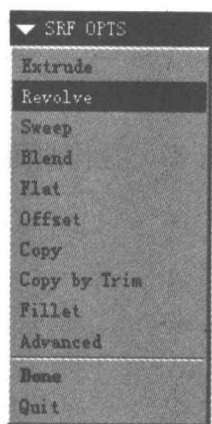
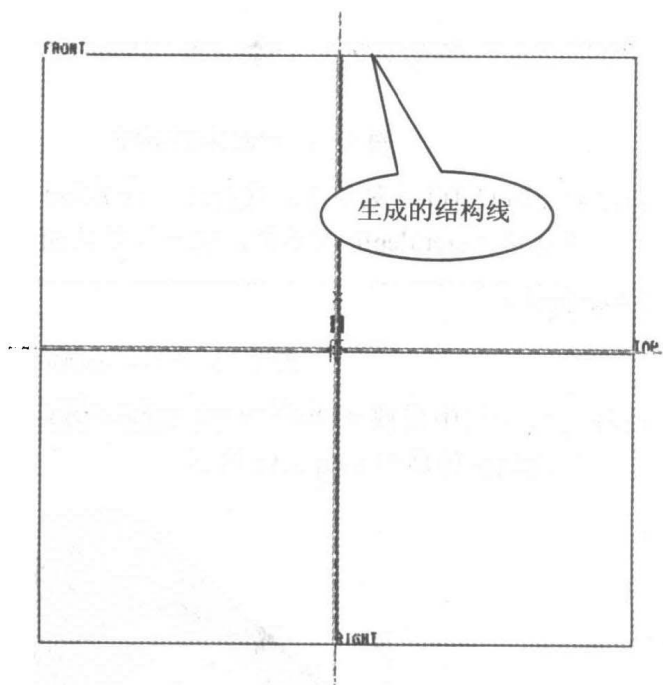

图 1.17 选择 Revolve 选项
图 1.18 生成结构线作为旋转轴线
- (1) 新建一个零件文件，选用默认的 3 个基准平面。在 SRF OPTS 子菜单中选择 Revolve 选项，如图 1.17 所示。选择 Done 选项继续。
- (2) 在接下来的子菜单中，选择默认的项目，具体的项目可以参考 1.2 节建立拉伸曲面的过程，选择基准平面 FRONT 作为绘图平面进入草图环境。
- (3) 在草图环境中，首先建立一条旋转轴线，单击工具栏中建立直线的快捷按钮  中的结构线按钮 ，绘制一条垂直的结构线，所生成的结构线与基准平面 RIGHT 重合，如图 1.18 所示。